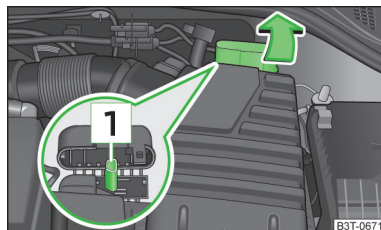

Fig. 186
En vehículos con las baterías en el maletero, se puede conectar el polo positivo de la batería auxiliar por medio de un cable de ayuda de arranque sólo al punto de ayuda de arranque en el vano motor del vehículo por arrancar » **fig. 186!**
- Destapar la caperuza protectora del punto de ayuda de arranque en el sentido de la flecha » **fig. 186.**